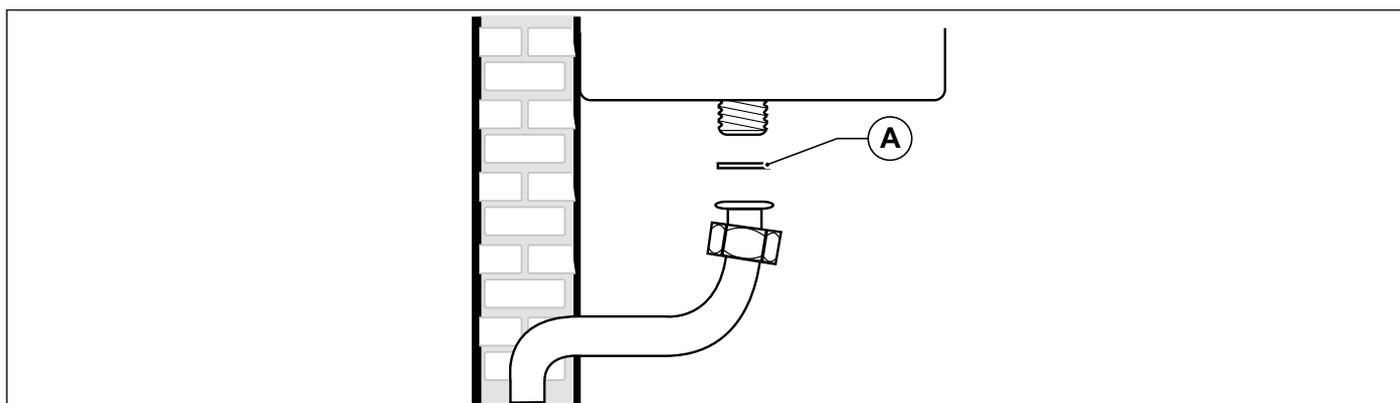

Fig. 14 Allacciamento alla rete del gas
E' **OBBLIGATORIO**, per collegare l'attacco gas della caldaia alla tubazione di alimentazione, interporre una guarnizione (A) a battuta di misure e materiali adeguati (vedi Fig. 14 Allacciamento alla rete del gas).